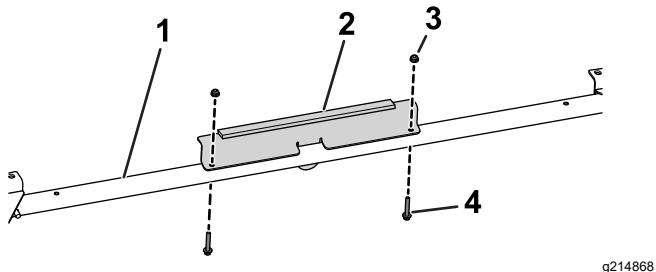

Рисунок 37
11. Прикрепите переднюю опору к передней поперечине с помощью 2 болтов с шестигранными фланцевыми головками ( $\frac{1}{4}$  x  $1\frac{1}{2}$  дюйма) и 2 гаек ( $\frac{1}{4}$  дюйма) (Рисунок 37).